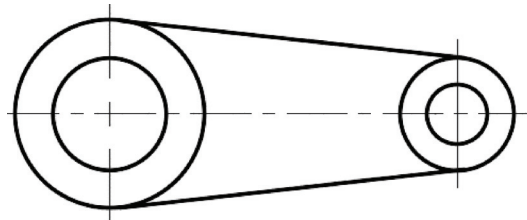

图 11-40 完成结果
4) 在功能区“参数化”选项卡的“几何”面板中单击“全部隐藏”按钮，隐藏图形中的所有几何约束；再在“参数化”选项卡的“标注”面板中单击“全部隐藏”按钮，隐藏图形中的所有动态标注约束；最后可以调整中心线长度，并补齐中心线，完成的结果如图 11-40 所示。